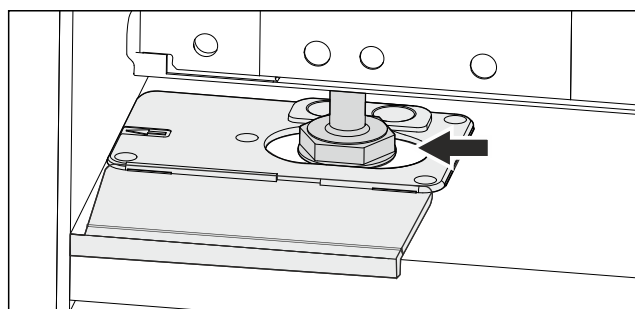

Fig. 50
- ▶ Vyrovnajte spotřebič pomocí seřizovacích nožek. Fig. 50 ()